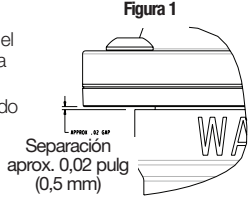

Figura 1
- Instale un conjunto de cartucho de resorte nuevo y aprételo firmemente con la mano [equivalente a un par de 3 a 6 pies-libra (4 a 8 N.m)]. Debe quedar un espacio de 0,02 pulg (0,5 mm) entre el conjunto del cartucho y el cuerpo de la válvula, como en la Figura 1. Este espacio es deliberado.